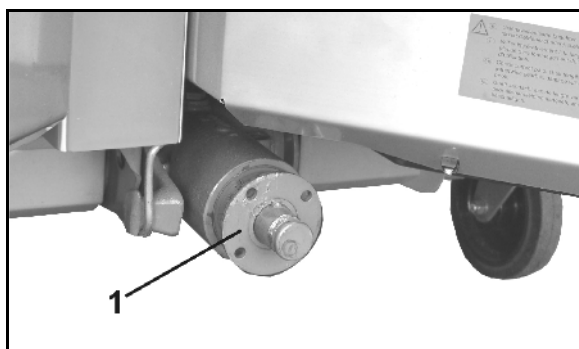

Fig. 35
1. Extrageți bușca flanșei (Fig. 35/1) cu un extractor de pe arborele de intrare al transmisiei.